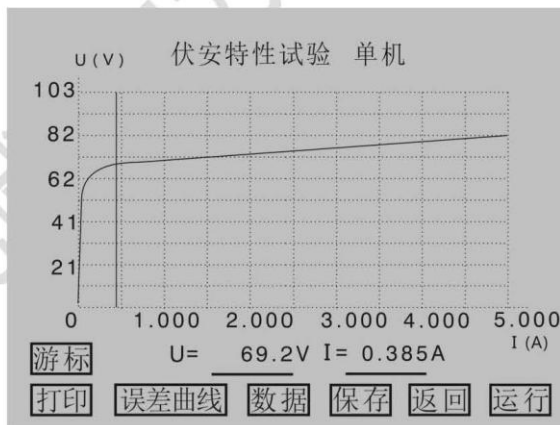

图 3.7 伏安特性试验结果游标操作界面
**游标：**通过旋转鼠标将光标移动至**游标**选项并按下，即可通过左旋或者右旋鼠标来显示当前点的电压、电流值，如图 3.7 所示。要退出“游标”功能，再按一次旋转鼠标即可。